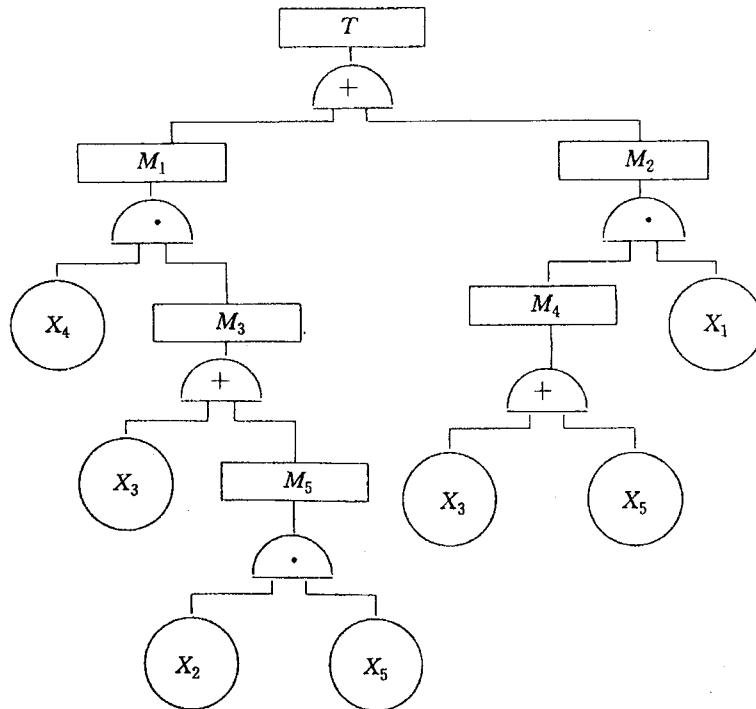

图 2 事故树示意图
2. 图 2 为一事故树示意图，请分别用该事故树的最小割集和最小径集绘制其等效事故树图。